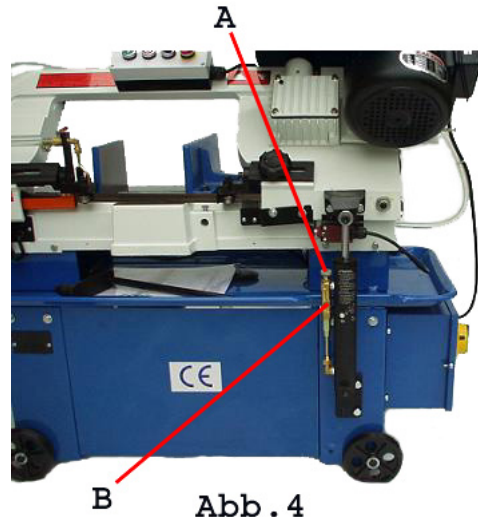

Abb. 4
Mit dem Vorschubknopf kann die Vorschub-Geschwindigkeit des Sägeblattes reguliert werden und der Arm in der vertikalen Position gestoppt werden. Um die Vorschubgeschwindigkeit zu verringern, soll Knopf (A) nach rechts gedreht werden. Um die Zufuhr von hydraulischer Flüssigkeit zu stoppen, soll der Hebel so gestellt werden (horizontal) wie in Abb. 4 gezeigt. Um den hydraulischen Zylinder einzuschalten, soll Hebel (B) nach oben gedreht werden (vertikal).